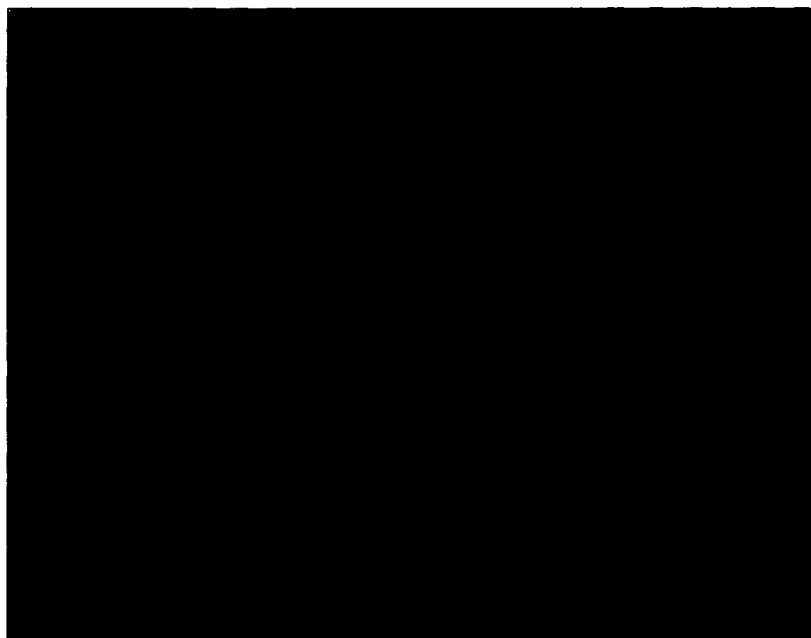

Рисунок 33 Окно разогрева рентгеновской трубки
3. На окне калибровки (см. рис. 33) щелкните <Загрузка> (<Load>).